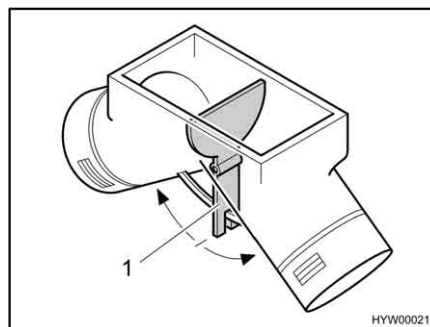

Fig. 103 Ventola di ricircolo dell'aria, sportello di impostazione su posizione centrale
Sulla posizione centrale l'aria calda si distribuisce uniformemente in entrambe le uscite di aria calda. La leva di comando (Fig. 103,1) per lo sportello di impostazione si trova sotto lo sportello del pavimento nell'armadio guardaroba.
- Spingere la leva di comando (Fig. 103,1) nella direzione della freccia fino alla posizione desiderata.